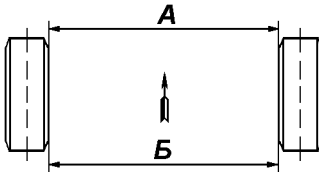
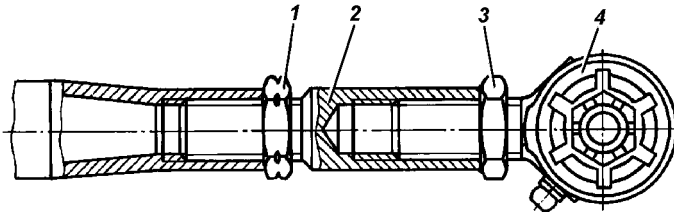

Рис. 9.50. Схождение колес
Рис. 9.51. Тяга рулевой трапеции:
Регулировку схождения колес производите при нормальном давлении в шинах. Регулировку производите на специальном стенде. В случае отсутствия стенда регулировку можно произвести таким образом, чтобы размер А (рис. 9.50), замеренный по средней линии боковой поверхности шин спереди, был на 0,5-1,5 мм или 1,5-3 мм (в зависимости от типа установленного моста) меньше размера Б сзади. Регулировку схождения колес производите изменением длины тяги рулевой трапеции путем вращения штуцера 2 (рис. 9.51)
2. Снимите колпак колеса (при комплектации легкосплавными колесами). Демонтируйте полуось 9 (рис. 9.50) заднего моста или ведущий фланец (или муфту отключения колес) у переднего моста.